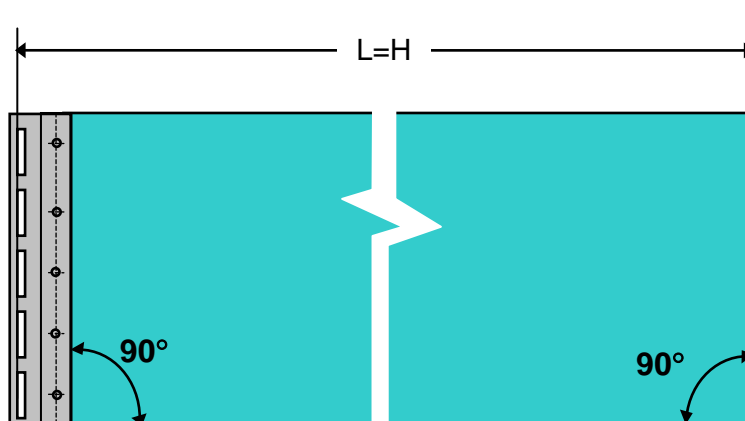

рис.6
2.5 При помощи рулетки от верхнего края установочных отверстий откладывается расстояние **L** равное высоте дверного проема **H**, измеренное в п. 2.1 (рис.6).